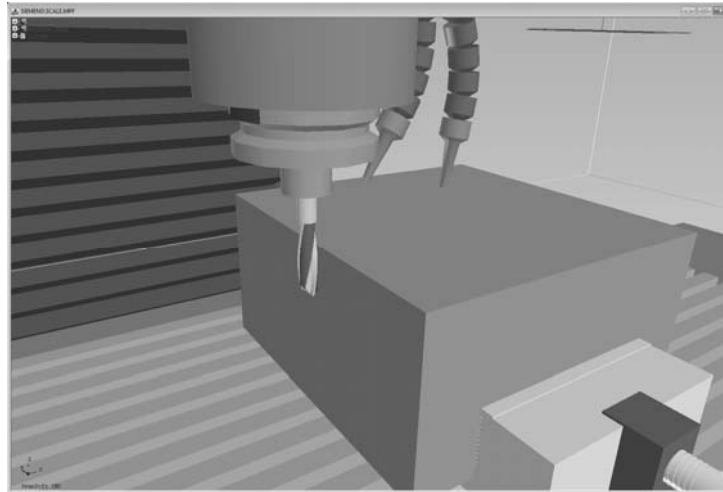

Рисунок 3.2 – Привязка инструмента по оси X
8.1 Используя клавиши «X», «Y», «Z», «+», «-», «RAPID» в режиме «JOG», переместить инструмент T1 по оси X к детали до касания (рисунок 3.2). Для ограничения скорости перемещения по осям рекомендуется уменьшить рабочую подачу с помощью корректора.